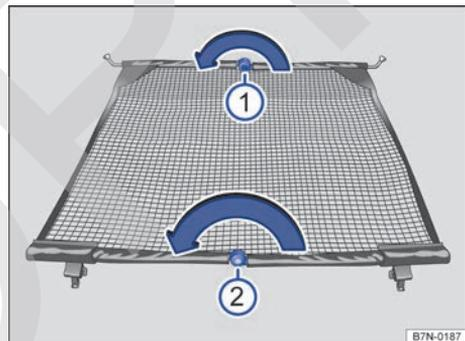

Fig. 204 Plegar la red de separación.
- Presione el botón de desbloqueo → fig. 204 ① y pliegue la varilla transversal en el sentido de la flecha manteniendo el botón presionado.
- Presione el botón de desbloqueo → fig. 204 ② y pliegue la varilla transversal en el sentido de la flecha manteniendo el botón presionado.